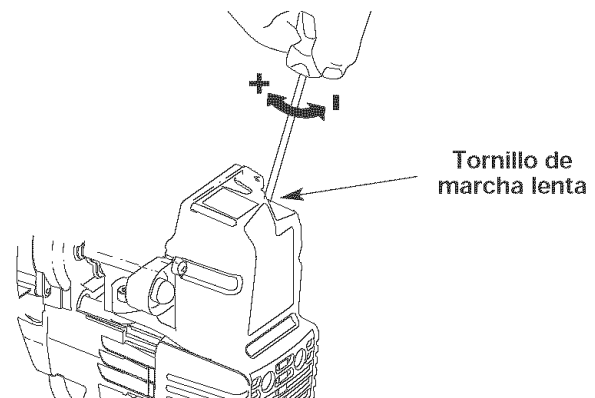

Fig. 18
La velocidad lenta del motor puede ser ajustada por la cubierta del silenciador / filtro de aire (Fig. 18).
2. Suelte el gatillo del regulador y deje que el motor funcione en marcha lenta. Si el motor se para, inserte un pequeño destornillador Phillips o de vástago plano en el orificio de la cubierta del silenciador / filtro de aire (Fig. 18). Gire el tornillo de marcha lenta en sentido horario, de a 1/8 de vuelta por vez (según sea necesario) hasta que el motor funciona en mínima.